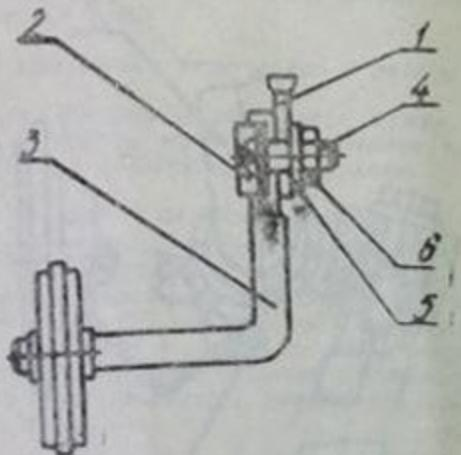

Рис. 3
5.4. Установка поддерживающих роликов (рис. 3)